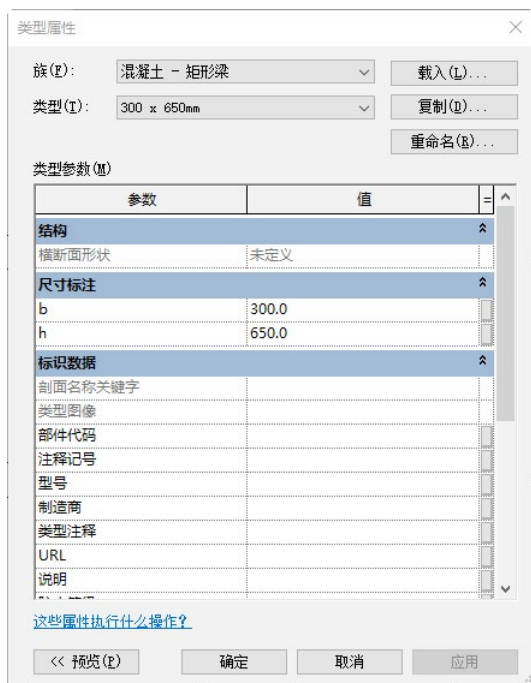

图 15-42 “类型属性”对话框
(10) 选择步骤(9)绘制的梁,在“属性”选项板中输入“起点标高偏移”和“终点标高偏移”为“-1200.0”,其他采用默认设置,单击“应用”按钮。
(11) 单击“结构”选项卡“结构”面板“梁”按钮,在“属性”选项板中单击“编辑类型”按钮,打开“类型属性”对话框,单击“复制”按钮,打开“名称”对话框,输入“名称”为“300×650mm”,单击“确定”按钮,返回“类型属性”对话框,更改“b”为“300.0”,“h”为“650.0”,其他采用默认设置,如图 15-42 所示,单击“确定”按钮。